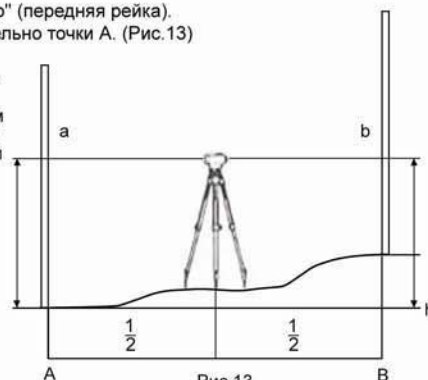

Рис.13
1) Установите прибор приблизительно посередине между точками А и В (Рис.13)
4) Разность отсчетов "a-b" является превышением "h" точки В относительно точки А. (Рис.13)